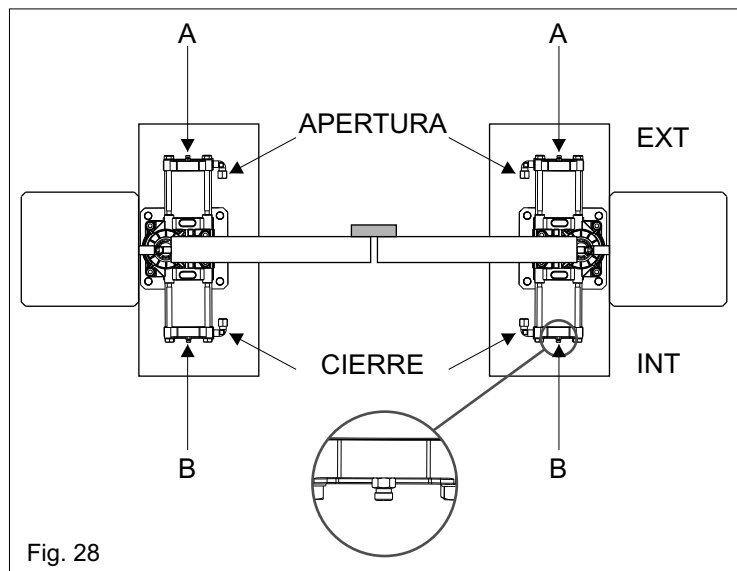

Fig. 28
- durante el movimiento de la hoja aflojar el tornillo de purga relativo al movimiento de abertura (Fig.28-rif. A);
- durante el movimiento de la hoja aflojar el tornillo de purga relativo al movimiento de cierre (Fig.28-rif. B);